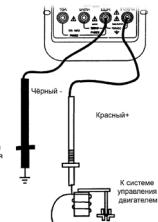

Рис. 5
- Подключите красный щуп к проводу цепи (клапана регулирования состава смеси), черный щуп – к заземлению (см. рис. 5)\*.